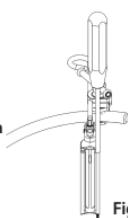

Figura 16
- Scegliere le **viti ATP (Anterior to the Psoas)** (da UL-0360 a UL-0378) in base alla lunghezza della lama e utilizzare un **cacciavite laterale** (ad esempio, ML-0055) per avvitarele nel corpo vertebrale. La vite deve essere inserita in una cannulazione della **lama ATP (Anterior to the Psoas) cannulata** (Figura 16).